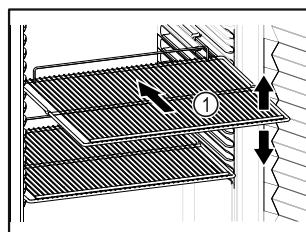

Fig. 47 Primjer izgleda
- Ako su rešetke za polaganje Fig. 47 (1) pomične, prilagodite ih po visini.